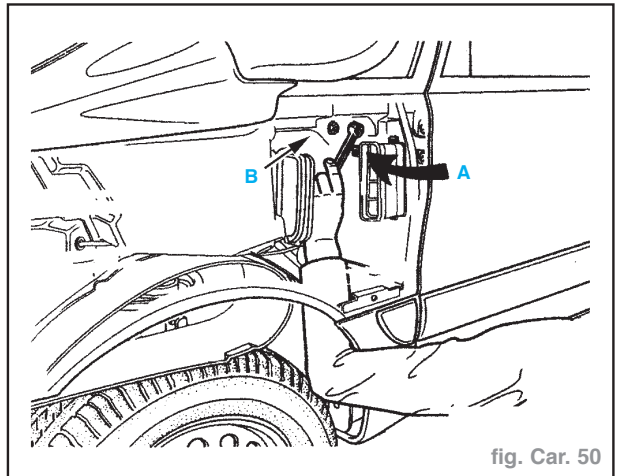

fig. Car. 50
- Déposer de chaque côté les 2 écrous de fixation M8 (A) sans toucher aux écrous de réglage (B) (fig. Car. 50).